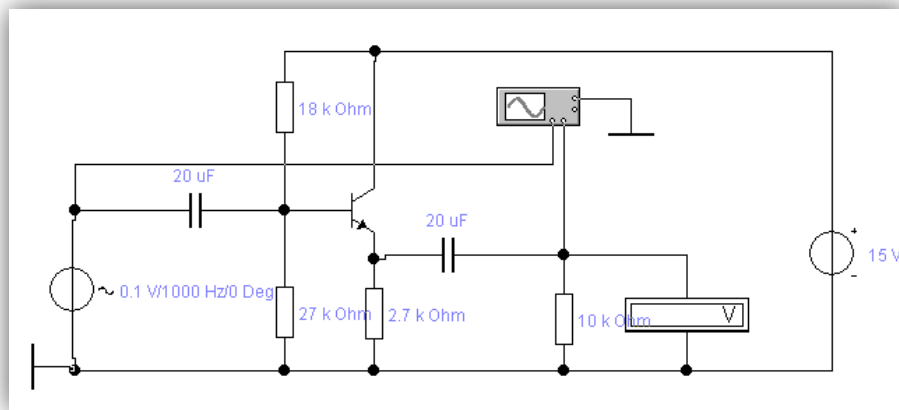

Рисунок 11 – Схема усилительного каскада с общим коллектором
1. Снимите амплитудную характеристику усилительного каскада с общим коллектором (рисунок 11) и заполните таблицу 11.